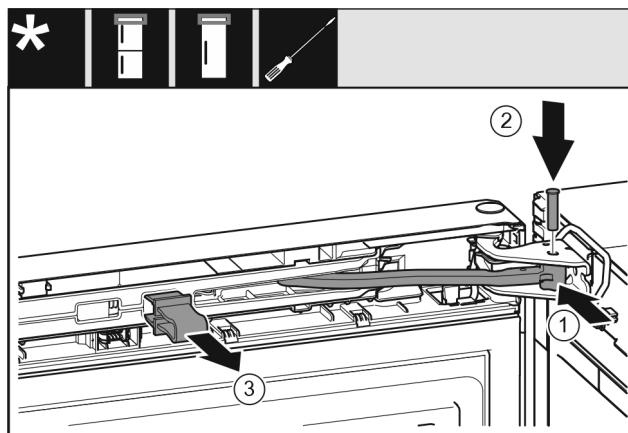

Fig. 21
- ▶ Zgibni del v ležajnem podstavku zavrtite. Fig. 21 (1)
- ▶ Sornik vstavite v ležajni podstavek in zgibni del. Pri tem pazite, da zaskočni zapah pravilno sedi v utoru. Fig. 21 (2)
- ▶ Snemite varovalo. Fig. 21 (3)